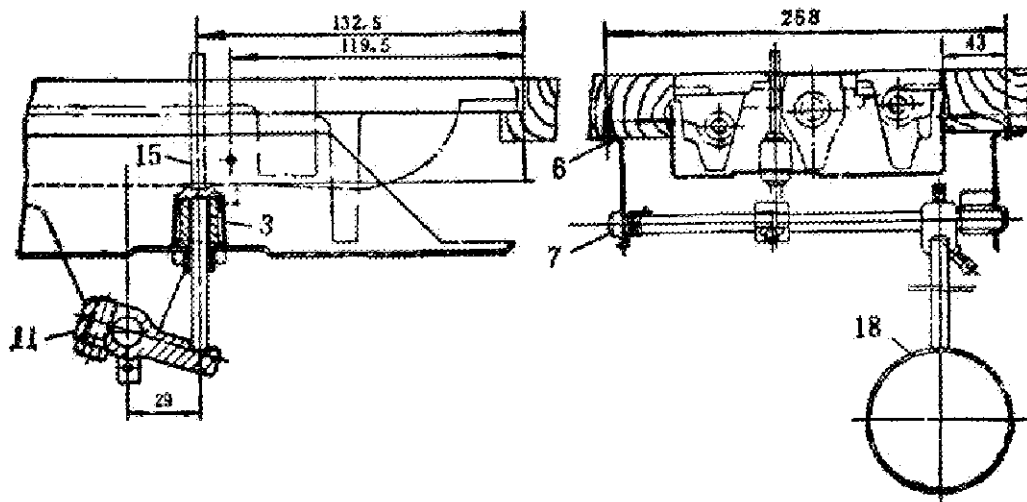

Рис. 3
(рис. 3, см. также рис. на стр. 36)
2) Отрегулируйте положение комплекта коленоподъемника согласно рис. 3, затем затяните держатель вала деревянными винтами 6.